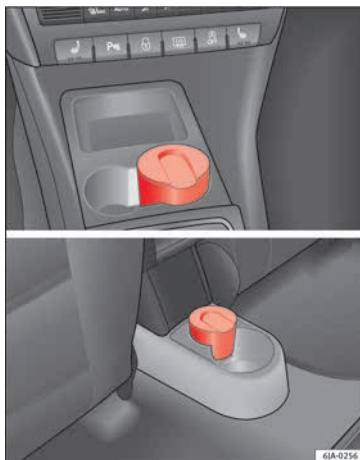

Abb. 153 Mittelkonsole: Aschenbecher vorne/ Aschenbecher hinten
- Nehmen Sie den Aschenbecher »» **Abb. 153** nach oben heraus.